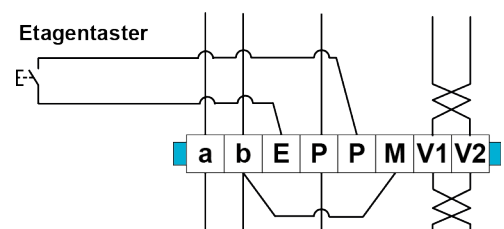

Abb. 5: 5-Drahttechnik
- ▶ Verbinden Sie die b- und M-Ader mit einer Drahtbrücke (Abb. 5).